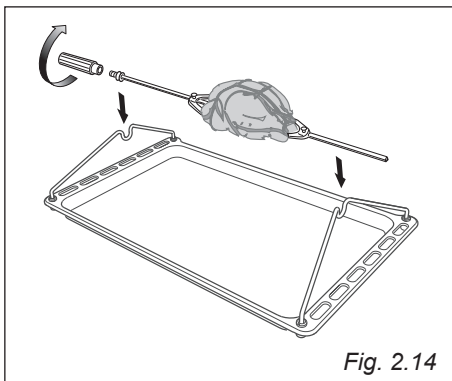

Fig. 2.14
**3. Porre l'asta di acciaio inox sui supporti (fig. 2.14).**